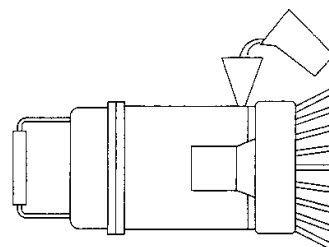

図 4
- 5) 使用後に、メカニカルシールの潤滑油を点検・交換して頂きますと、メカニカルシールの寿命が長くなります。この際、潤滑油に水が浸入し、白濁している場合は、メカニカルシールの不良ですので交換が必要です。潤滑油交換時には図 4 のように注油プラグを上にし、ポンプを水平に置いて表 1 に示す潤滑油を必ず規定量注油してください。この時ポンプをゆすったりしないでください。注油後は注油栓をシールワッシャを介し、十分に締付けてください。
メカニカルシール室の潤滑油の交換は 6 ヶ月毎に行ってください。この際潤滑油に水が混入し白濁している場合は、メカニカルシールを交換してください。潤滑油の交換時には図 4 のように注油栓を真上にし、ポンプを水平に置いて表-1 の潤滑油量を必ず規定量注油し、注油後は注油栓をシールワッシャを介し十分に締め付けてください。